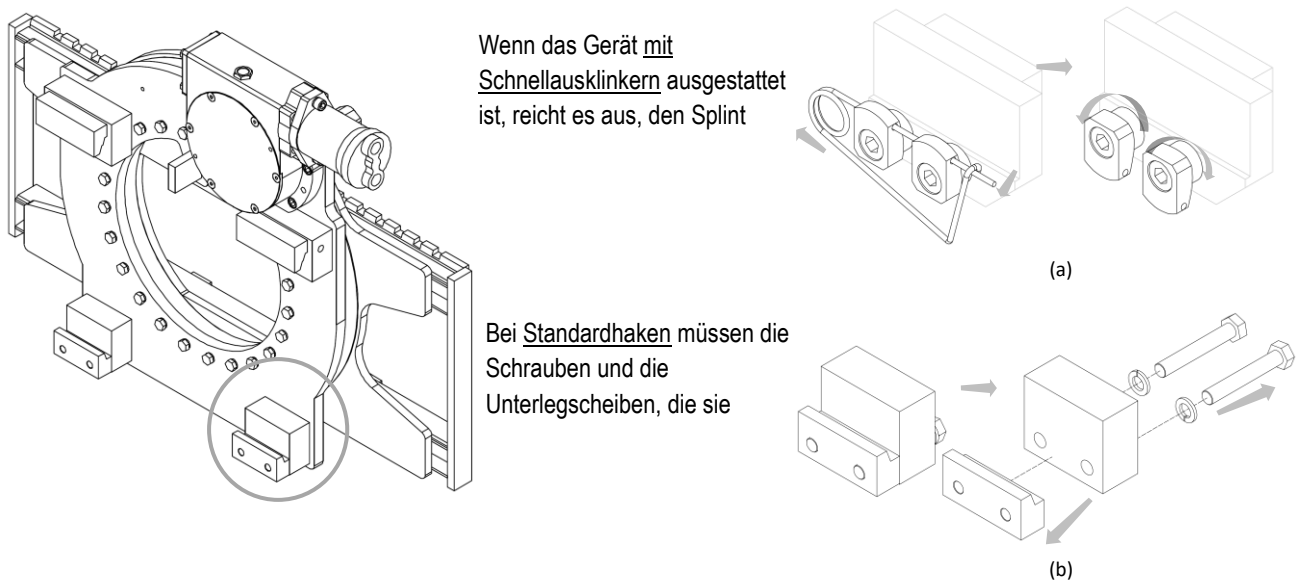

Abbildung 4
4. Nehmen Sie die unteren Haken vom Gerät ab (siehe *Abbildung 4*).